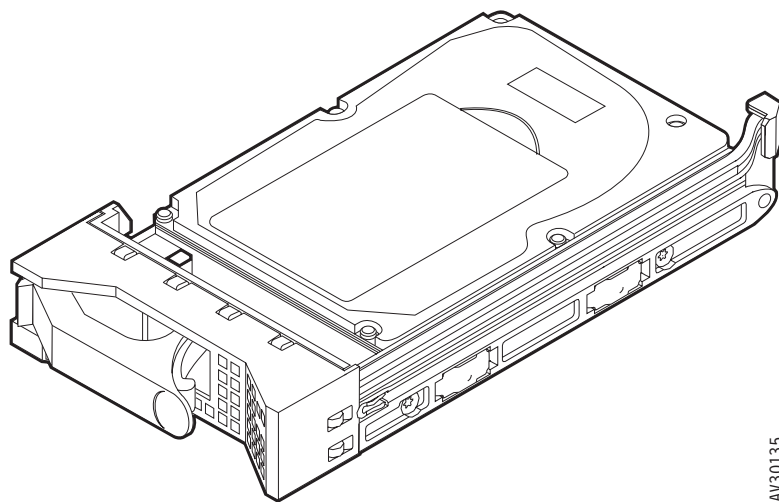

図 14. HDD モジュールの安全な置き方
4. HDD モジュールを、図 14 のとおりに横にして置いて下さい。HDD モジュールは、下になっている部分にあるサポート・クッション（図では見えない）で支えられた状態になります。これは、HDD モジュールが倒れて損傷を受けないようにするためです。